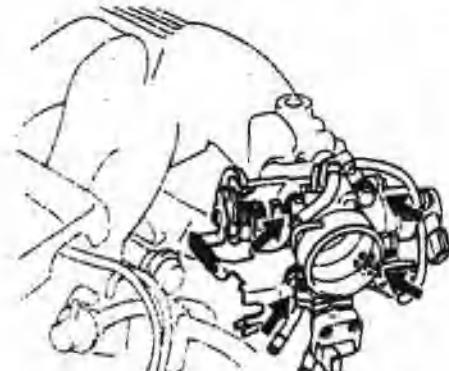

图 1.13 节气门体上螺栓和螺母的位置
- 卸下 2 个螺栓、2 个螺母和节气门体、衬体。节气门体上螺栓和螺母的位置如图 1.13 所示。